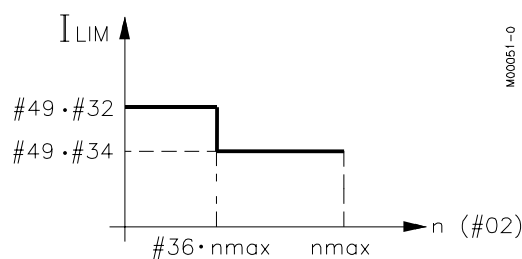

Fig.18
F 1^{ère} valeur de limitation relative au pont (A). Cette valeur est fournie comme % du courant nominal du moteur (param. #49) et est employée jusqu'à ce que $n \leq \#36$. Pour $n > \#36$ on emploie #34 (voir fig.18).
F 2^{ème} valeur de limit. relative au pont (A). Cette valeur est fournie comme % du courant nominal du moteur (param. #49) et est employée uniquement si $n > \#36$. Pour $n \leq \#36$ on utilise #32 (voir fig.18).
F Vitesse en correspondance de laquelle on passe de la 1^{ère} à la 2^{ème} valeur de limitation (c'est-à-dire de #32 à #34). Il est employé pour réaliser une caractéristique de courant/vitesse en polygonale (voir fig.18).